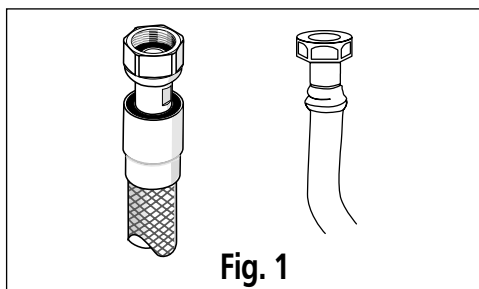

Fig. 1
1. Dévissez la vis maintenant la paroi arrière de la cavité du four et retirez cette paroi (**fig.1**).
- soit par tuyau flexible avec embouts mécaniques filetés (fig. 1).
- Retirez les grilles, les chapeaux et les têtes de tous les brûleurs (**fig.1**).
- Si modèle avec bandeau verre, déclipsez le bandeau (voir fig.1).
- Pour cela, enfoncez un tournevis entre la tôle du capot et la trappe puis faites pivoter la trappe. (fig. 1).